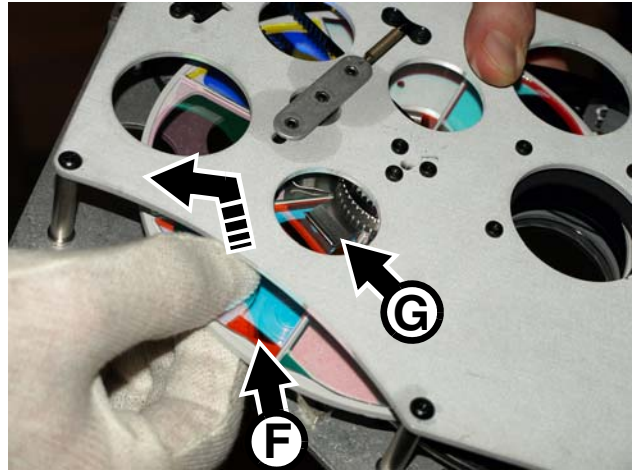

Figure 23: Retrait des filtres de couleur
7. Voir Figure 23. Tournez la roue de couleur jusqu'à ce que le filtre soit accessible. Soulevez le bord **F** de la roue de couleur pour le dégager puis retirez-le de son ressort de rétention **G** puis de la roue de couleur.